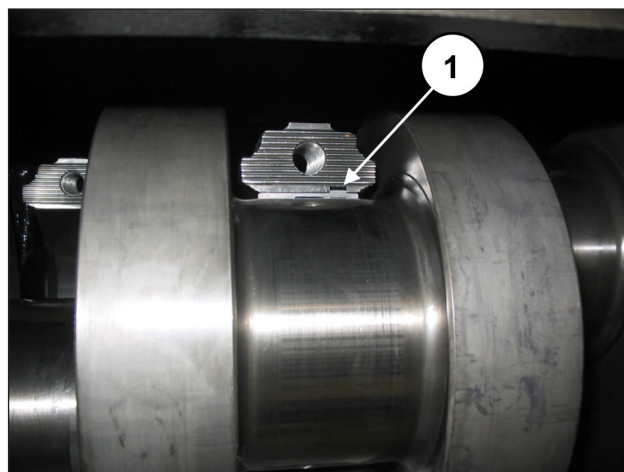

Abb. 60
Stellen Sie für einen vorschriftsmäßigen Einbau der Lagerschalen sicher, dass die Bezugsmarkierung der Lagerschalen in der entsprechenden Aufnahme an der Pleuelhälfte zu liegen kommt (Pos. ①, Abb. 60).